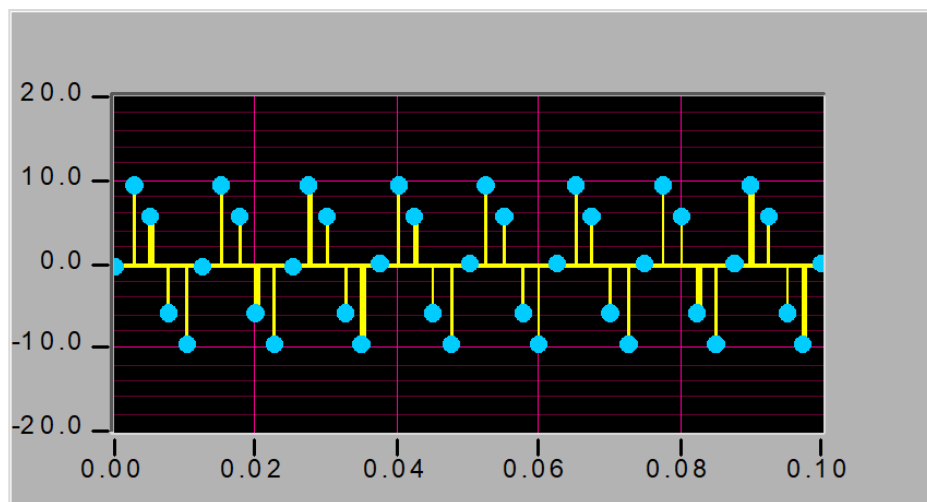

Figura 1.7: Eșantionare reală [1].
- **Eșantionarea reală (Real Sampling)** este o aproximare practică, în care se extrage valoarea instantanee a semnalului într-un timp finit (Figura 1.7).